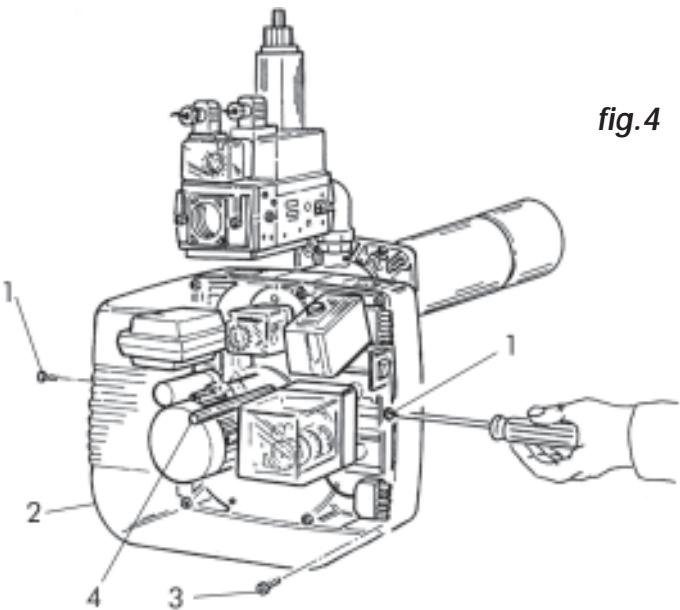

fig.4
Pentru accesul la elementele principale trebuie scoasa carcasa, ca in (fig.4).
- Desfaceti surubul 1, scoateti carcasa 2 (fig.4).
- Desfaceti surubul 3 si pivotul central (fig.4).